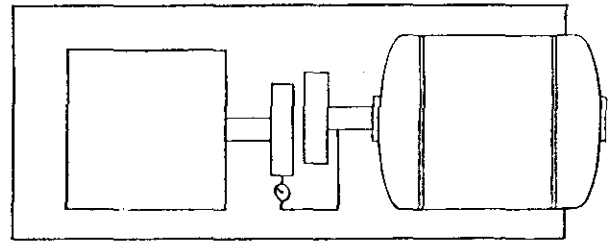

Fig. 4-1 Borde de lado a lado
1. Monte rigidamente un cuadrante indicador en la mitad del impulsor del acople y fije el botón indicador sobre el borde de la mitad de la bomba (Fig. 4-1).